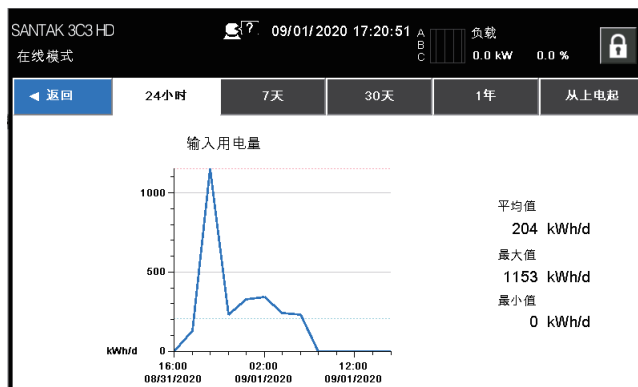

图6-8: 主屏幕中输入用电量屏幕
- ④ 请参见图6-8 “主屏幕中的输入用电量屏幕”
- ⑤ 表示电能流向示意图
② 请参见图6-8 “主屏幕中的输入用电量屏幕”